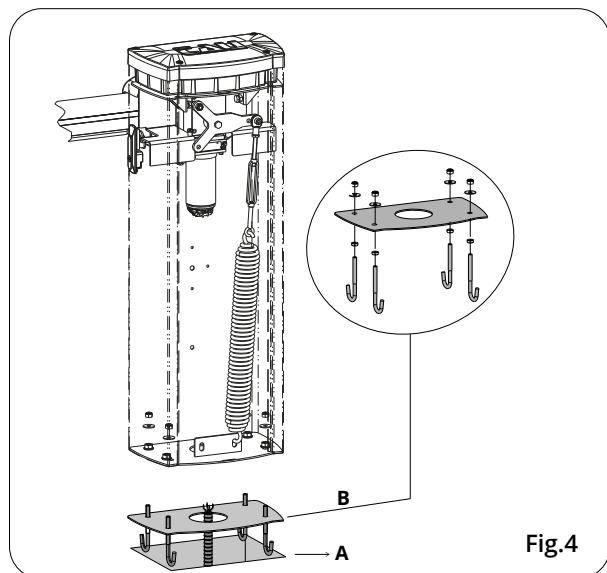

Fig.4
Creare una soletta (A fig. 4) di forma rettangolare e di adeguate dimensioni prevedendo i fori per l'uscita dei cavi. Usare possibilmente la contropiastra di fondazione (B fig. 4), con i 4 tiranti in dotazione da annegare nel cemento; oppure, a soletta finita, fissare l'armadio della barriera direttamente con 4 tasselli da fondazione M10x120. Lo spessore della soletta deve essere di almeno 10 cm, ricordando che può essere aumentato se le condizioni del terreno lo richiedono.
La barriera può funzionare a destra (DX) montando le piastre come in fig. 4.
La barriera può funzionare a sinistra (SX) montando le piastre come in fig. 4.